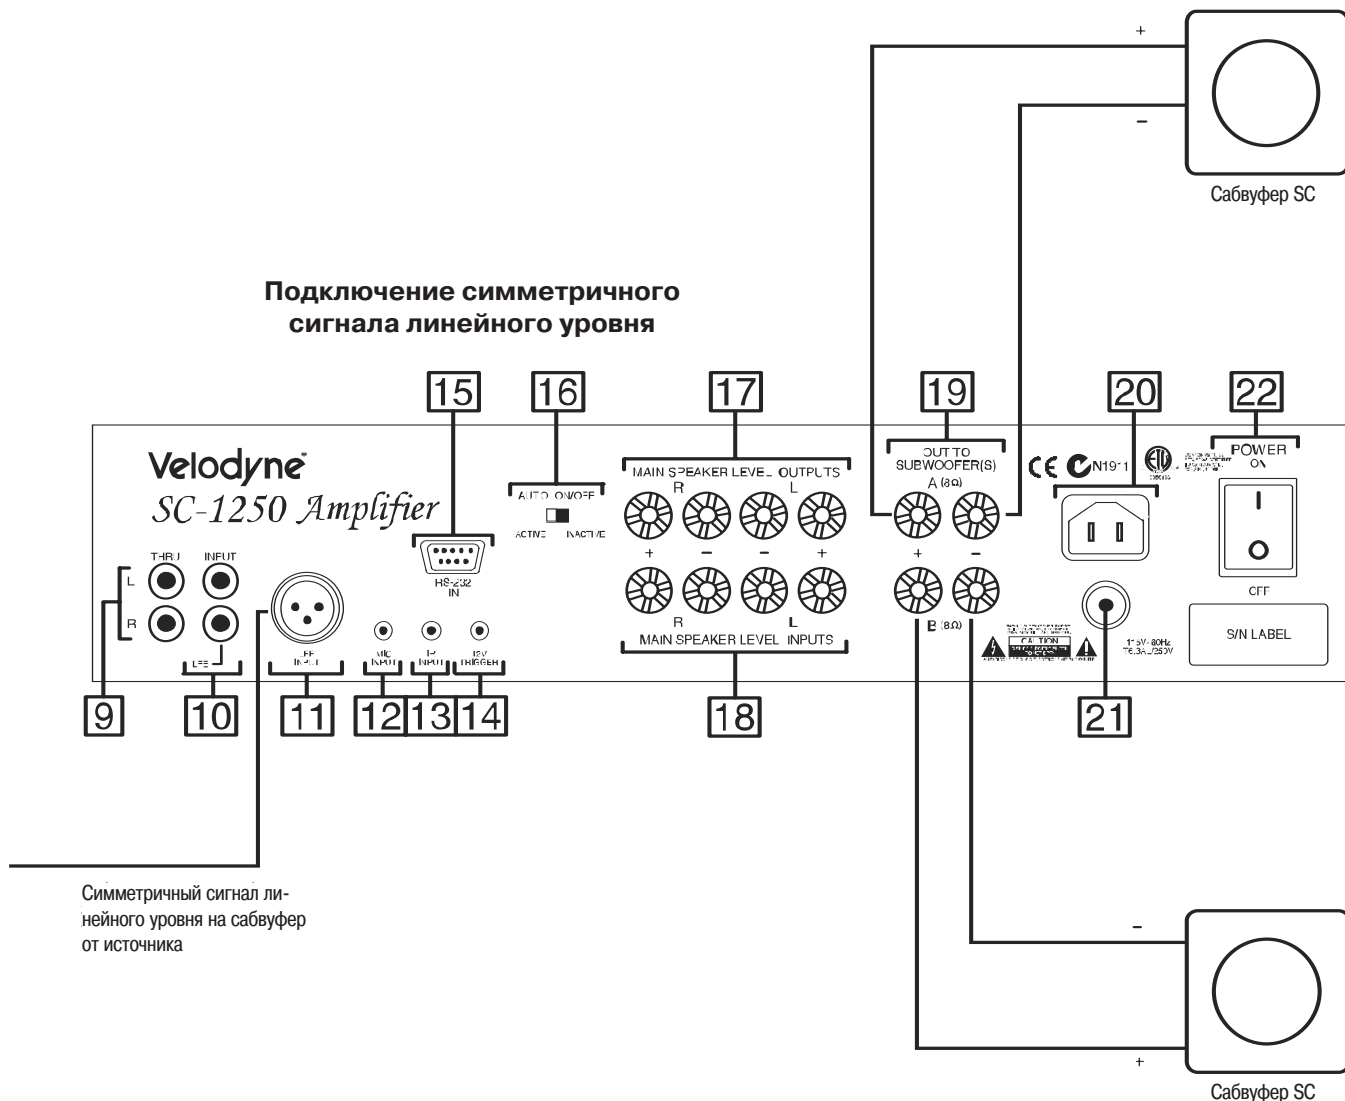

Рис. 4: Симметричное подключение сигнала линейного уровня.
(11) Симметричный вход XLR LFE (См. рис. 4)